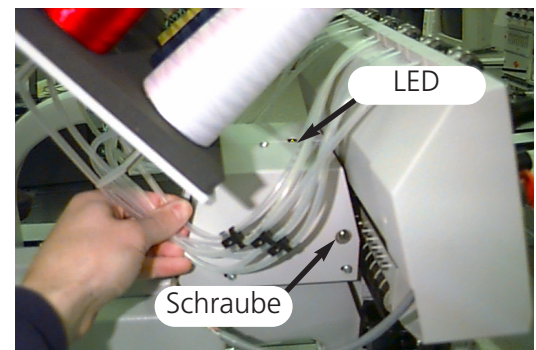

Abbildung 1-21
5. Nehmen Sie die Farbwechselschraube (es ist die Schlitzschraube). An der EMT 10T F1 befindet sie sich links am Kopf (wenn Sie vor der Maschine stehen), hinter dem Nadelgehäuse. An der EMT 10/4 und 10/4T ist es rechts am Stickkopf #1 (wenn Sie vor der Maschine stehen), hinter dem Nadelgehäuse. Abbildung 1-21 zeigt, wo sie sich an der EMT 10T F1 befindet. Die LED und Schraube sind an der gleichen Stelle hinter Stickkopf #1 an der EMT 10/4 oder 10/4T.
6. Hinter der Hauptspannvorrichtung befindet sich oben am Stickkopf eine LED-Leuchte. Siehe Abbildung 1-21. Wenn die Leuchte leuchtet, befindet sich das Nadelgehäuse AUSSERHALB DES FARBINDEXES. Drehen Sie die Schraube mit einem Standard-Schraubenzieher nach links oder rechts, bis das Licht ausgeht.